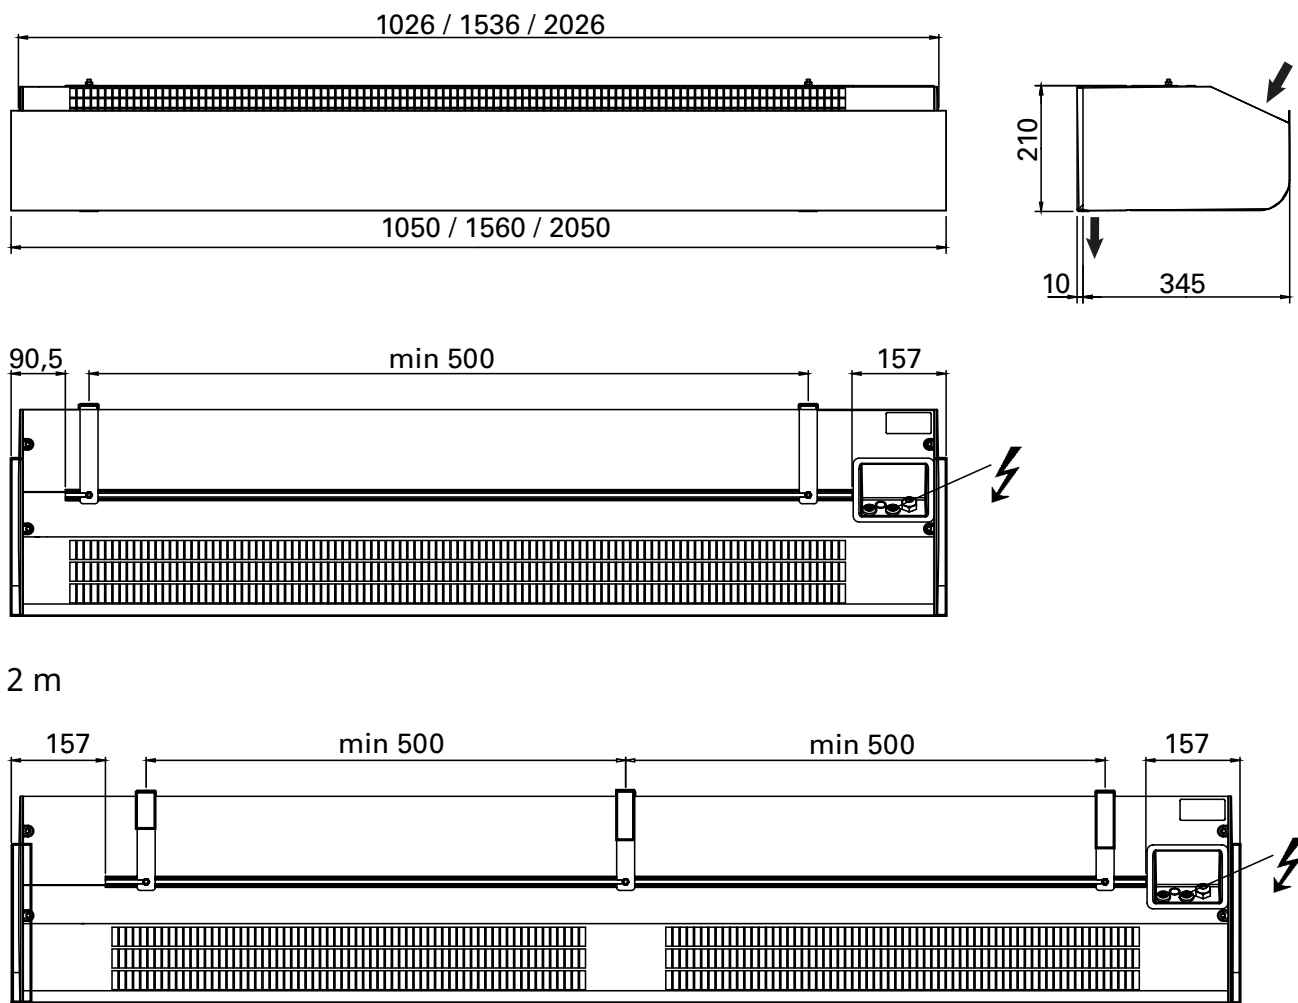

Fig. 1
1. Przymocuj wsporniki do ściany – patrz rys. 4A oraz rysunek wymiarowy rys. 1. Jeśli ściana jest nierówna, wsporniki należy odpowiednio